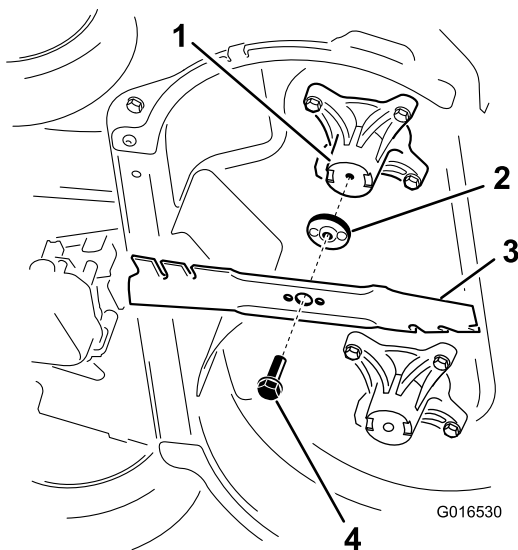

Рисунок 41
2. Снимите каждый нож, как показано на Рисунок 41.
1. Установите первый нож так, чтобы он находился в горизонтальном положении, вместе со всеми крепежными деталями, как показано на Рисунок 41.